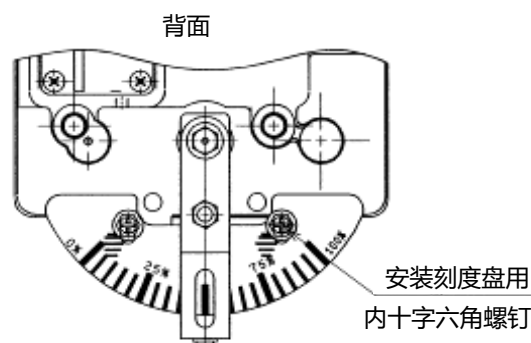

图26 刻度盘 (背面)
- (3) 请确认执行器在始点和终点时，刻度盘的指针是否指向0%和100%。不吻合时，利用扳手松开安装刻度盘用的十字六角螺钉，然后平移刻度盘至适当位置。(参考图26)。